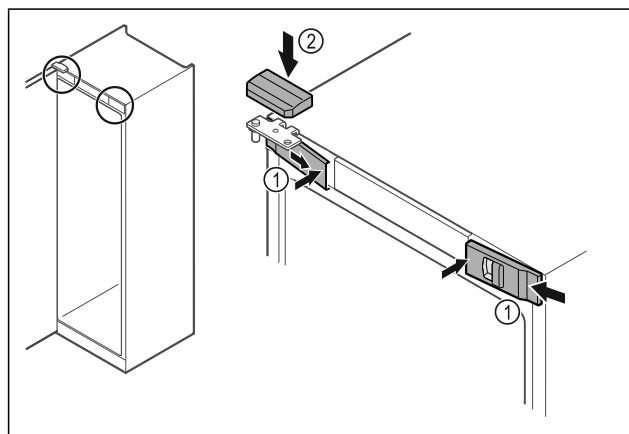

Fig. 45
- Зацепите сбоку и защелкните передние крышки Fig. 45 (1) с внутренней стороны.
- Защелкните верхнюю крышку Fig. 45 (2) сверху.